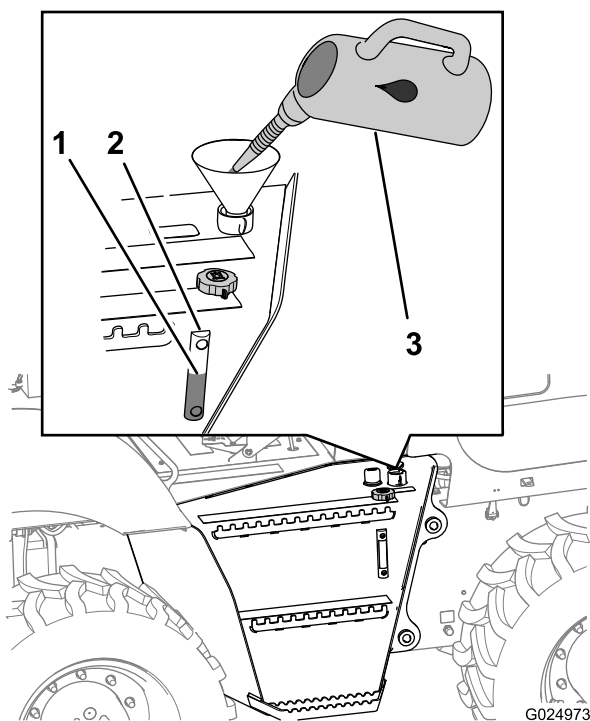

Figura 114
1. Llene el depósito de aceite hidráulico con el aceite hidráulico especificado hasta que el nivel del líquido llegue al punto medio de la mirilla (Figura 114).
3. Instale el tapón de llenado (Figura 114).